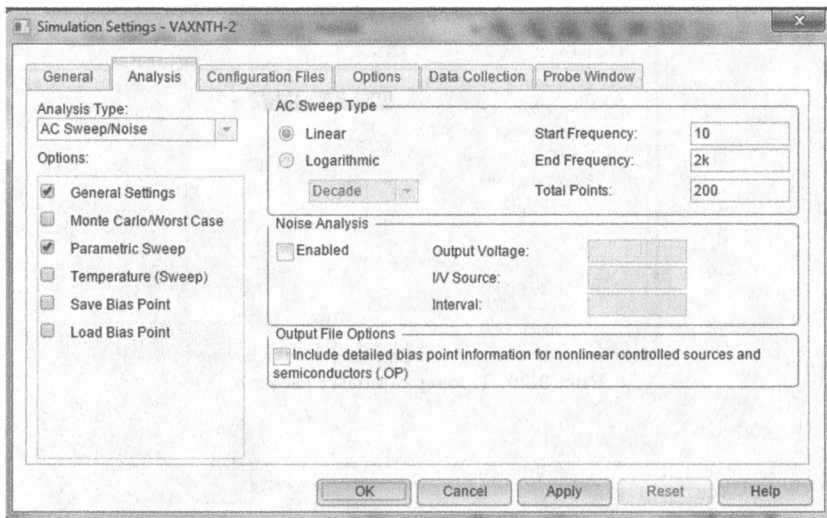
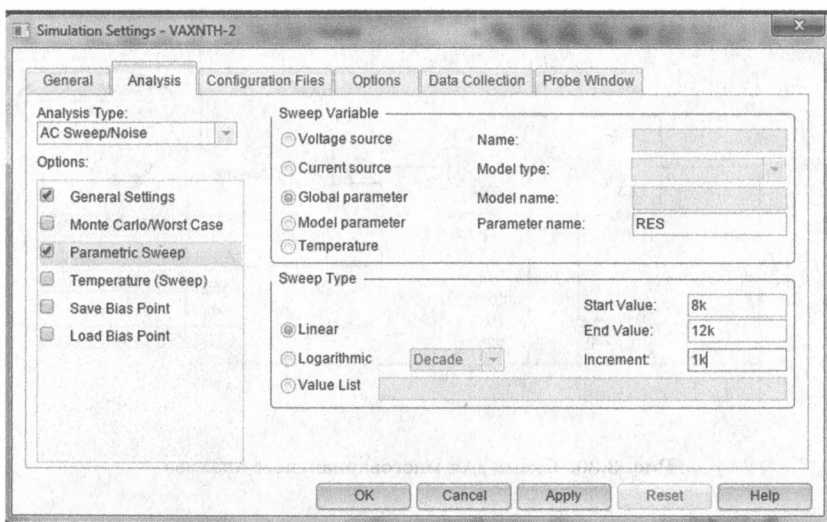

Рис. 3.31. Первичная развертка по частоте
Рис. 3.32. Вторичная параметрическая развертка по глобальному параметру RES
6. Устанавливаем новый профиль моделирования VAXNTH-2. Профиль моделирования содержит первичную развертку по частоте (рис. 3.31) и вторичную параметрическую развертку по глобальному параметру RES от 8 кОм до 12 кОм с инкрементом 1 кОм (рис. 3.32).